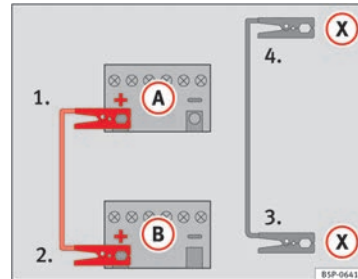

Abb. 230 Anschlussschema für Fahrzeuge mit Start-Stopp-System.
- Klemmen Sie ein Ende des *roten* Starthilfekabels an den Pluspol (+) des Fahrzeugs mit der entladenen Fahrzeugbatterie (A) an ⇒ Abb. 230.
- Klemmen Sie das andere Ende des *roten* Starthilfekabels an den Pluspol (+) des stromgebenden Fahrzeugs (B) an.
- Klemmen Sie ein Ende des *schwarzen* Starthilfekabels (X) an einen geeigneten Masseanschluss, ein massives, fest mit dem Motorblock verschraubtes Metallteil oder an den Motorblock selbst an ⇒ Abb. 230.
- Klemmen Sie das andere Ende des *schwarzen* Starthilfekabels (X) im Fahrzeug mit der entladenen Batterie an ein mit dem Motorblock verschraubtes massives Metallteil oder an den Motorblock selbst, aber an einer weit von der Batterie (A) entfernten Stelle an.